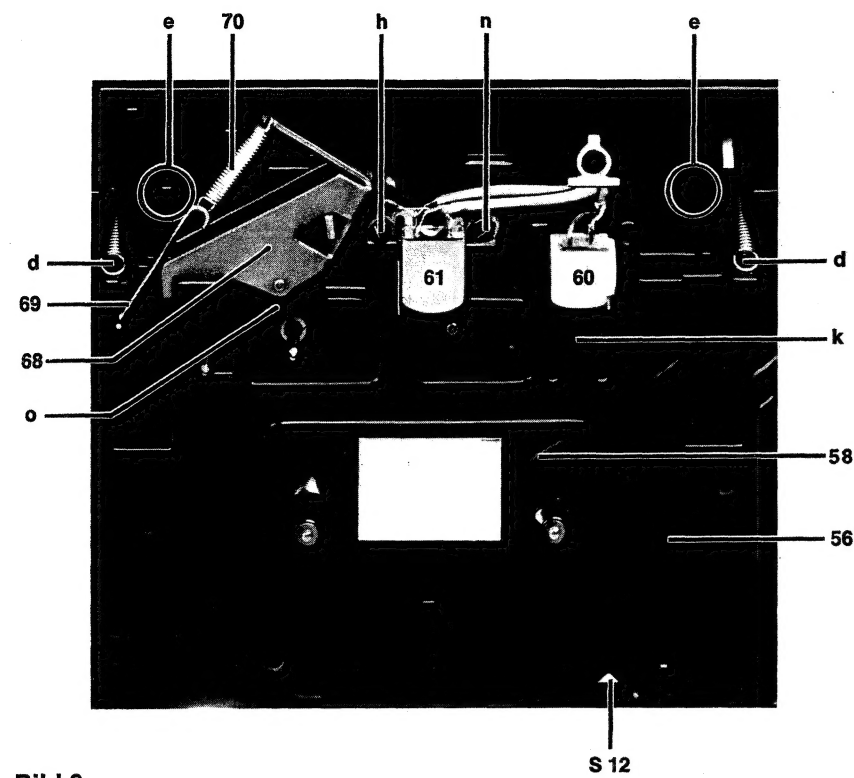

Bild 6
### 10. Schlitten 56 ausbauen (Bild 6)
### 11. Vorlaufkupplung 50 (Bild 6, 10)
## 12. Wickelteller 42 – Rücklauf (Bild 6, 10)
## 13. Andruckrollenhebel 68 (Bild 6)
**Kontaktfedersatz S 12** [Bild 6]